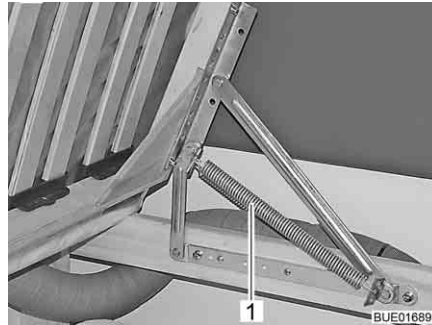

Bild 85 Festes Bett
- Lattenrost anheben. Die Federn (Bild 85,1) halten den Lattenrost in geöffneter Stellung.